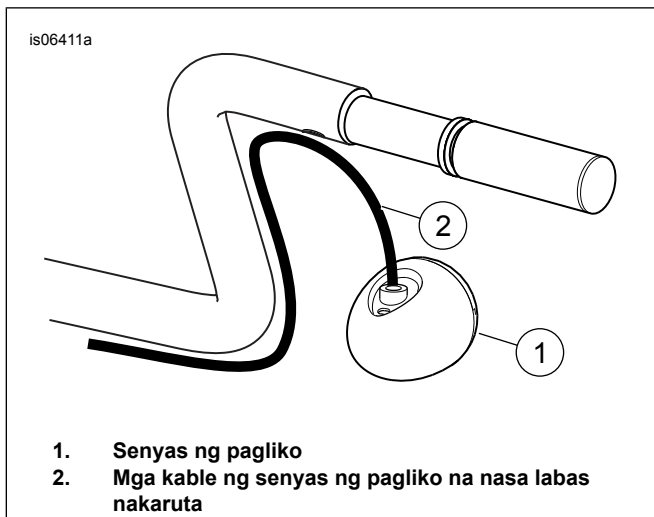

Figure 4. Ang mga Senyas sa Pagliko na Naka-mount sa Handlebar na Nangangailangan ng Relokasyon
3. **Para sa mga modelo na WALANG senyas ng pagliko na naka-mount sa handlebar:** Magpatuloy sa **Hakbang 9** (pagkatapos ng Figure 5). **Para sa mga modelo na MAY mga senyas sa pagliko na naka-mount sa handlebar:** Kung ang orihinal na mga kable ng senyas sa pagliko ay dumaraan sa mga switch housing at sa loob ng handlebar sa malaking butas (J), magpatuloy sa **hakbang 4** (pagkatapos ng Figure 4). Tingnan ang Larawan 4. Kung ang orihinal na mga kable ng senyas sa pagliko ay sa **labas nakaruta** ang mga senyas sa pagliko na ito ay nangangailangan ng reloksyon mula sa mga handlebar. Ilipat sa panahong ito habang sinusunod ang mga tagubilin sa naaangkop na kit ng reloksyon.